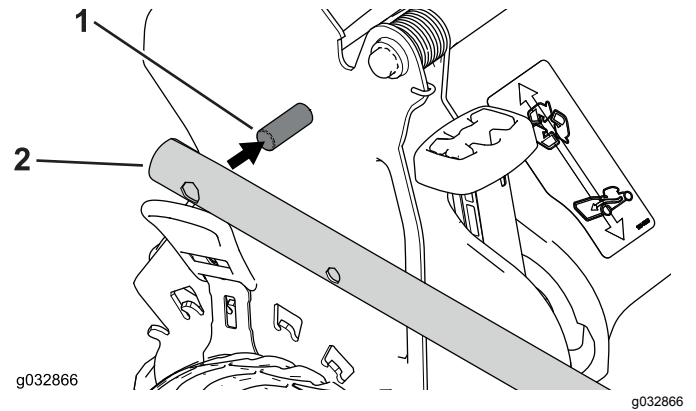

Bild 4
2. Befestigen Sie die Holmenden am Mähergehäuse, sodass der Stift an jeder Holmhalterung in das untere Loch des jeweiligen Holmendes eingesetzt ist. (**Bild 4**).